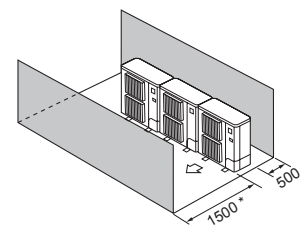

Fig. 2-16
- ④ Miejsce ograniczone tylko z przodu i z tyłu (Fig. 2-16)